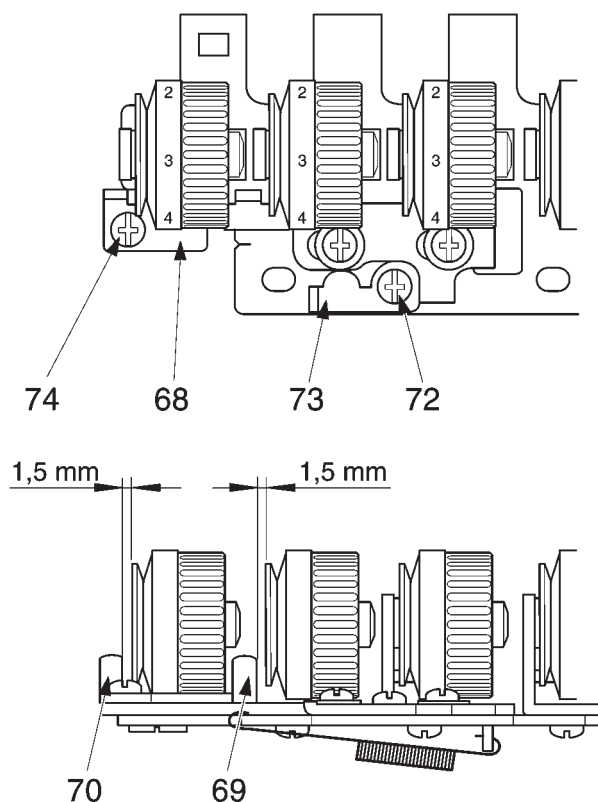

Рис. 59
Расстояние между расцепляющими рычагами 69 и 70 и соответственно голубым и зеленым регуляторами натяжения ниток должно составлять 1,5 мм (рис. 59).
- Слегка ослабьте винт 72 (рис. 59).